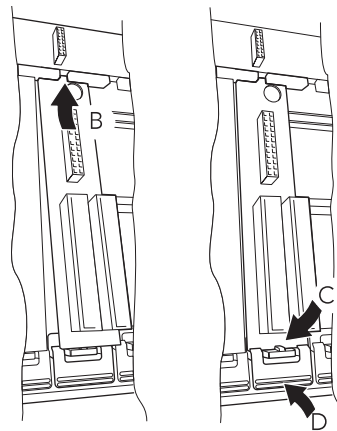

Abbildung 4 Einsetzen/Entfernen der Klemmeneinheit
1. Fixieren Sie die Führung oben an der Platine der Klemmeneinheit am Steckplatz in der Basiseinheit (Aktion „B“ in Abbildung 4).